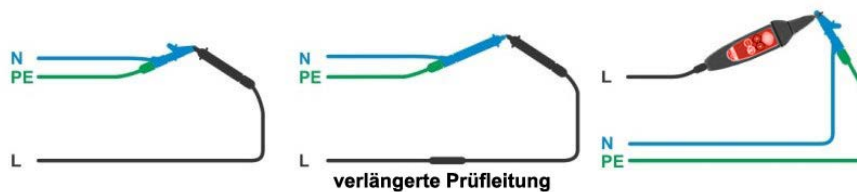

Abbildung 7.22: Kurzgeschlossene Prüflinge
- › Schließen Sie die Prüflinge am Prüfgerät an und schließen Sie die Prüflinge miteinander kurz, siehe **Abbildung 7.22**.